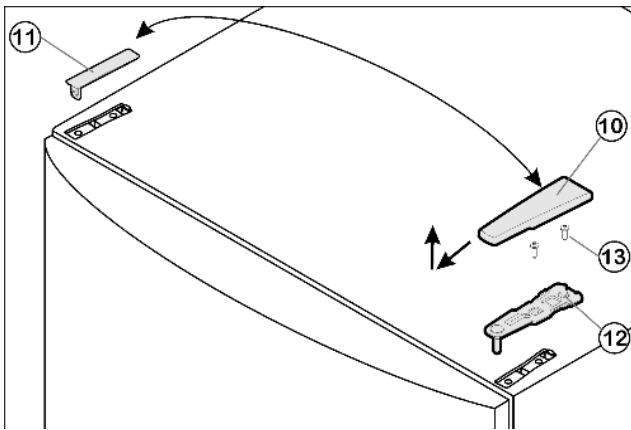

Fig. 4
- ▶ Крышку *Fig. 4 (10)* снимите движением вперед и вверх.
- ▶ Снимите крышку *Fig. 4 (11)*.
- ▶ Открутите верхний опорный кронштейн *Fig. 4 (12)*(2 шт. *Торх 25 Fig. 4 (13)*) и вытяните вверх.
- ▶ Установите верхний опорный кронштейн *Fig. 4 (12)* на новой стороне шарнира и защелкните в дверце.
- ▶ Прикрутите верхний опорный кронштейн *Fig. 4 (12)* (2 шт. Torx 25) *Fig. 4 (13)*. При необходимости просверлите отверстия или используйте аккумуляторную отвертку.
- ▶ Защелкните крышку *Fig. 4 (10)* и крышку *Fig. 4 (11)* на противоположной стороне.